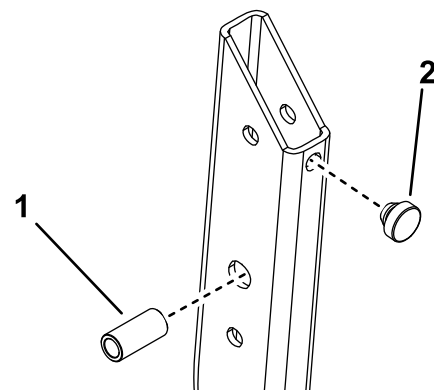

Figure 11
3. Montez une butée et une entretoise cylindrique sur les deux tubes inférieurs de l'arceau de sécurité (Figure 11).